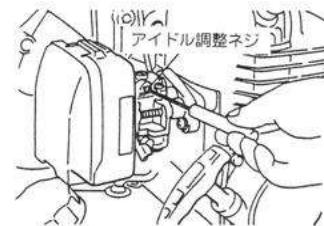

図1
- ①気化器の調整は、工場出荷時に済んでおりますので、なるべくさわらないでください。
②アイドリング回転が高すぎる時（刈刃が回っている時）または低すぎる時（エンジンが停止する時）は、アイドル調整ネジで調整してください。（右回してアイドル回転が高くなり、左回して低くなります）（図1）